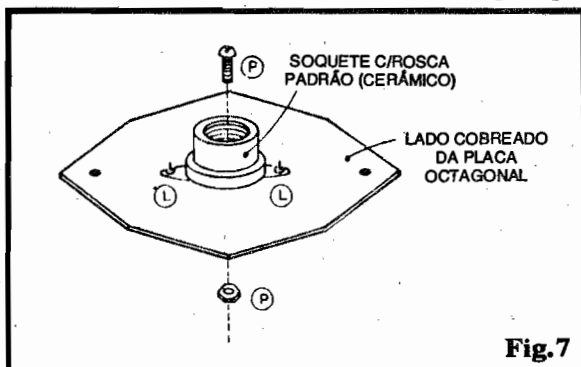

Fig.7
- FIG. 7 - FIXAÇÃO E LIGAÇÃO DO SOQUETE P/A LÂMPADA - Conforme já relacionado no item OPCIONAIS/DIVERSOS da LISTA DE PEÇAS, o soquete deverá ser do tipo cerâmico, para serviço pesado, rosca interna em diâmetro padrão, e dotado de terminais opostos, na sua base. Os parafusos eventualmente existentes nos olhais rosqueados dos terminais, dependendo dos seus calibres, poderão ser usados para ligação elétrica, soldada, desde que possam penetrar nos furos